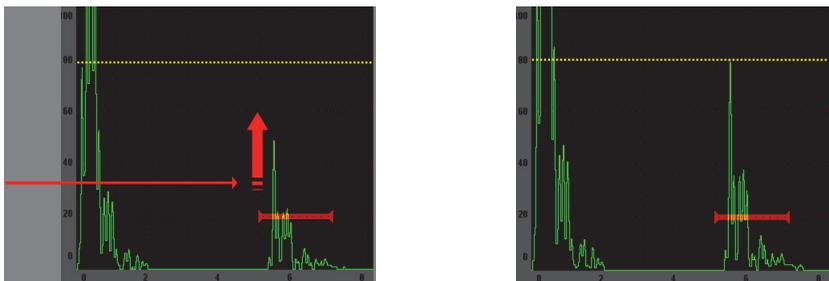

Figura 2-8 Recursos do AUTO XX%
- Pressionar [2ND F], (AUTO XX%) ativa a função AUTO XX% que ajusta o ganho automaticamente, com o objetivo de definir a amplitude do eco fechado para XX% da altura da tela cheia (o valor padrão é de 80%) [veja Figura 2-8 na página 43].